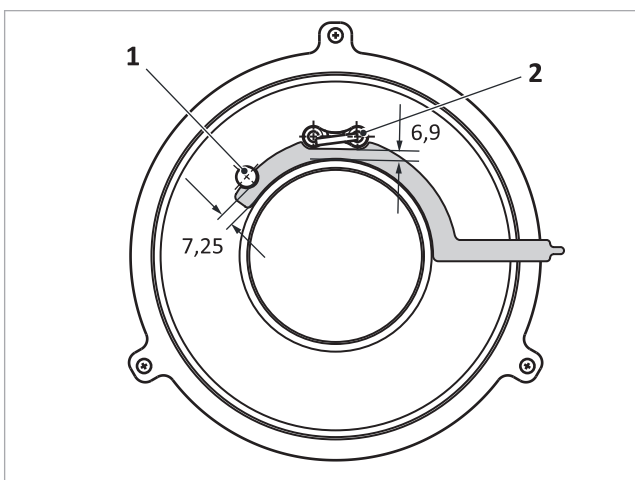

Abb. 114: Abstände Ionisations- und Zündelektrode zum Brennervlies
- Ionisationselektrode → Abb. 114 (1): 7,25 mm
- Zündelektrode → Abb. 114 (2): 6,9 mm